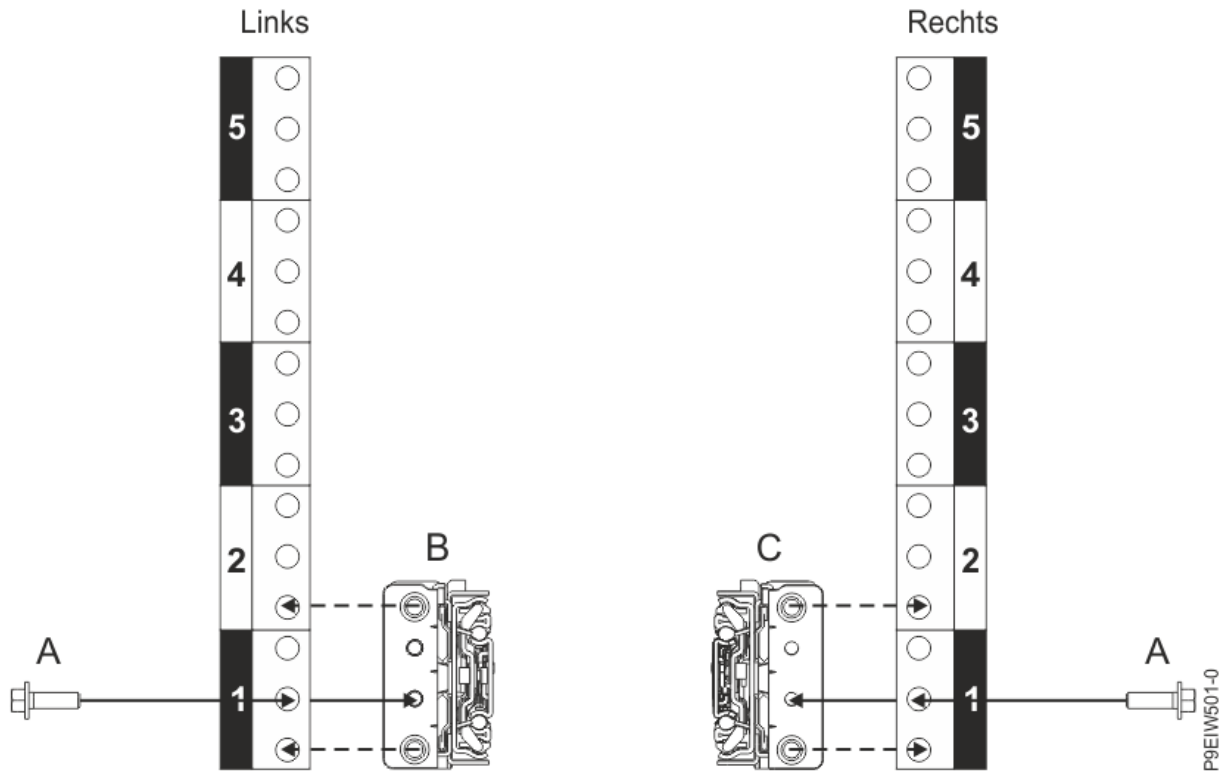

Abbildung 5. Schienen an der Rückseite des Racks befestigen
10. Befestigen Sie die linke Schiene (**B**) und die rechte Schiene (**C**) mit einer Schraube M5 x 16 mm (**A**) (siehe Abbildung 5 auf Seite 7). Setzen Sie die Schrauben in die Gewindeschienenflanschbohrungen ein, die sich in der mittleren Bohrung der untersten EIA-Rackeinheit befinden, und ziehen Sie sie fest.